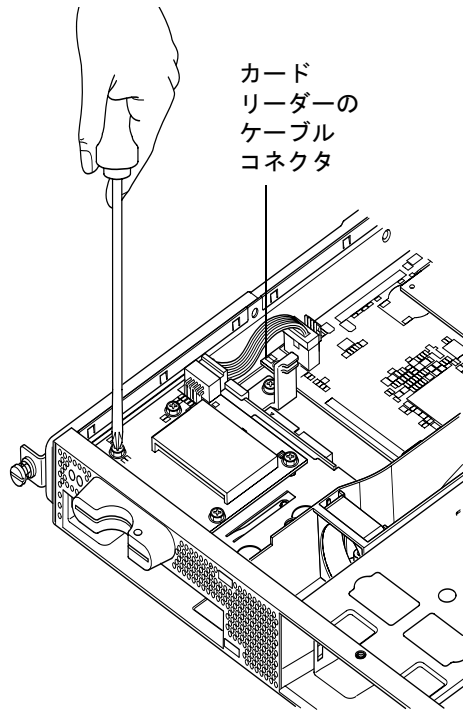

図 11-2 システム構成カードリーダーの交換
2. 正しくアースした静電気防止用リストストラップを手首に巻いて、ESD マット上でサーバー本体を開き、メモリーカードリーダーボードのコネクタから電源ケーブルを抜き取ります (図 11-2 を参照)。
3. CD-ROM ドライブ格納装置の上面にメモリーカードリーダーボードを固定しているねじを外します (図 11-2 を参照)。